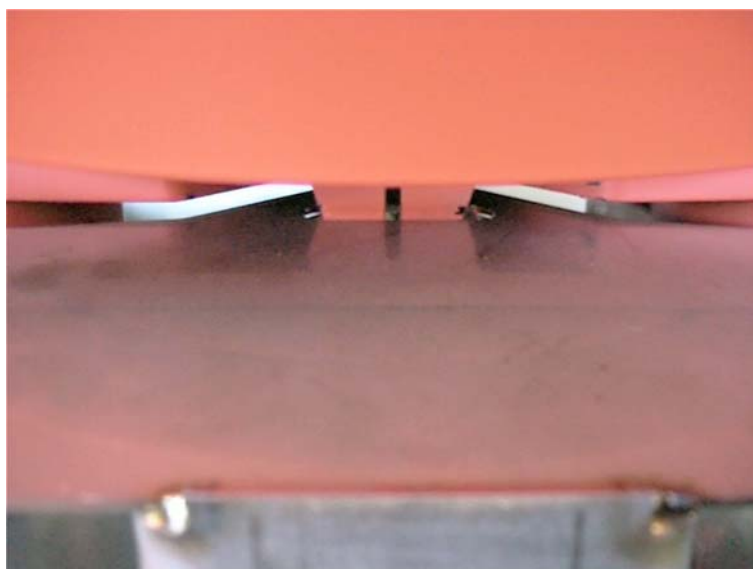

Fig. 2
- ❑ Pour épandre avec le dispositif d'épandage en bordure, le dispositif d'épandage sur 2 bandes doit être accroché à la « pointe de la tôle de guidage » (voir Fig. 2).